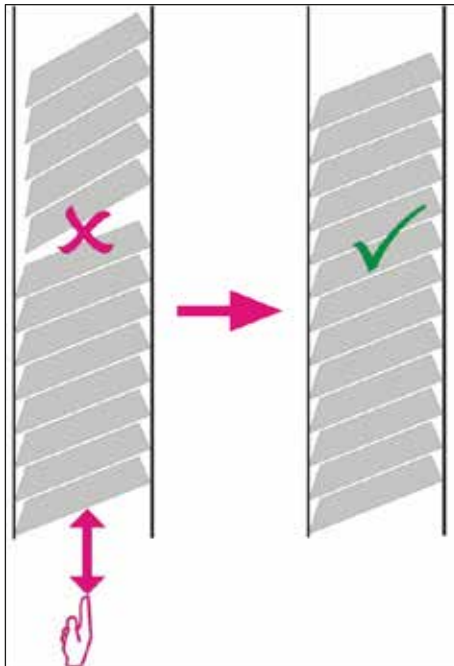

Рис. 29
- ✓ После этого кассеты должны лечь в магазин надлежащим образом (→ "Рис. 29").
- При использовании сложенных стопкой кассет следите за тем, чтобы каждая новая стопка была надлежащим образом выровнена с ранее загруженными кассетами (→ "Рис. 29").